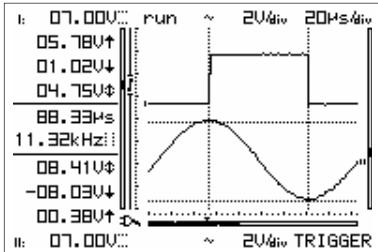

Fig 55
**"run"**= Auto-trigger mode, the scope automatically triggers if no triggering occurs for a fixed period of time. This position is used most frequently and should always be used for measuring DC voltages. (**Fig 55**)
**"run"** = Auto-trigger functie, de scoop zal automatisch triggeren indien er geen triggering gedurende een vastgestelde tijd voorkomt. Deze positie wordt het vaakst gebruikt en moet altijd worden gebruikt voor DC spanningsmetingen. (**Fig 55**).
**"run"** = Synchronisation Automatique: Si aucun déclenchement extérieur n'intervient, l'oscilloscope commence automatiquement l'acquisition à l'issue d'une période fixe. Cette position est utilisée le plus souvent et doit toujours être instaurée pour des mesures de tension DC **Fig. 55**.
L'écran n'affiche le signal que lorsqu'il détecte un flan négatif, c.-à-d. que le signal doit aller de haut en bas pour provoquer le démarrage. (**Fig. 55**)